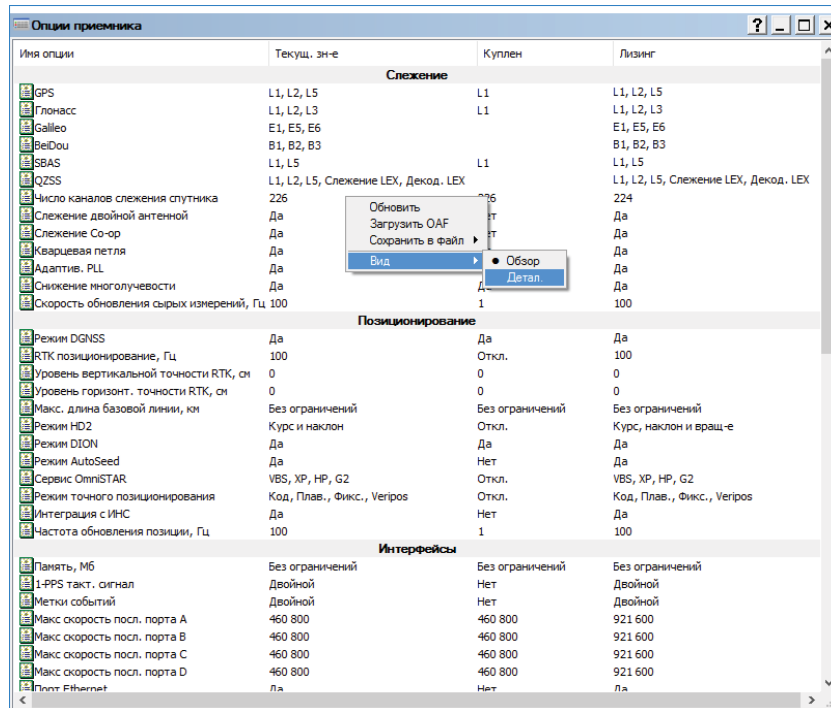

Рис. 25: Дополнительная информация о файле OAF
9. Для просмотра дополнительной информации по файлу OAF нажмите правой кнопкой "мыши" в окне **Опции приёмника** и выберите **Вид ▸ Детал** (Рис. 25).